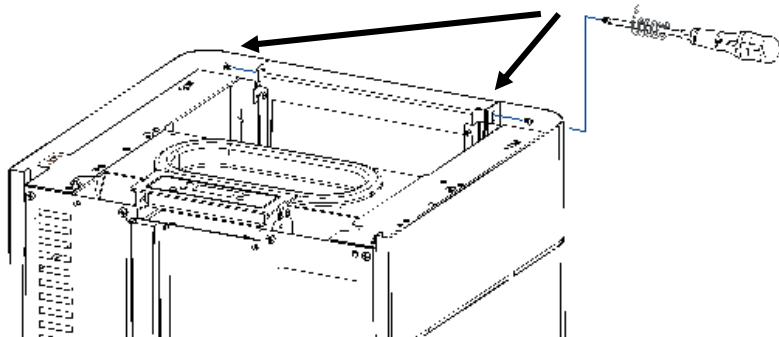

Figura 50 - Fixação capas laterais
d) Apertar as laterais ao frontal, tal como demonstra a Figura 50 (utilizar 2 parafusos A).